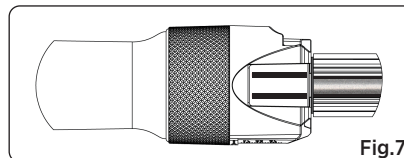

Fig.7
- Remarque :** Veillez à ce que la tige d'affûtage soit positionnée entre les deux lignes de référence du guide d'angle (Voir Fig. 7).